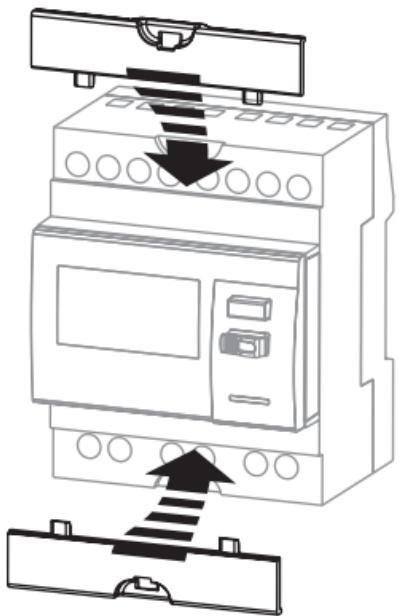

Fig.1
De teller E42 is enkel conform aan de MID richtlijn voor wat betreft de aansluiting aan de netwerken: 4NBL (fig.1 p.25) en 1Ln (fig.5 p.28)
- > **Montage van het klemmendeksel (fig.1 hiernaast)**